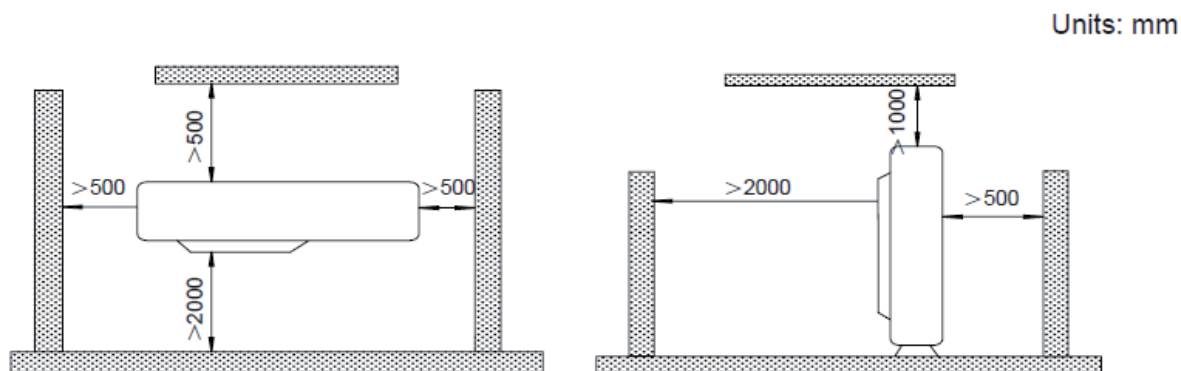

Fig.3
- (1). Se possibile, non installare l'apparecchio dove sarà esposto alla luce diretta del sole.
- (2). Installare l'unità esterna dove è conveniente per collegare l'unità interna.
- (3). Installare l'unità esterna dove l'acqua di condensa può essere scaricata liberamente durante il riscaldamento. Non posizionare piante dall'uscita dell'aria calda.
- (4) Posizionare l'unità in un luogo dove non vengono generate fastidiose vibrazioni
- (7). Lasciare lo spazio mostrato in Fig.3, in modo che il flusso d'aria non sia ostruito. Questo anche per un funzionamento efficiente, lasciare tre delle quattro direzioni dell'unità libere e aperte.